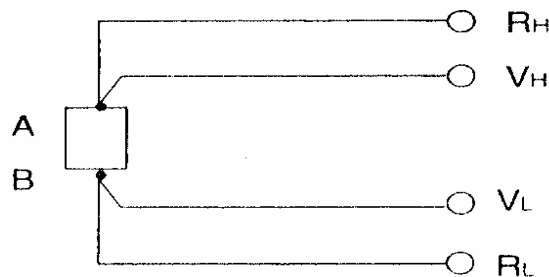

图 4
4.2.3.1 测试夹子的用法如图 4， V_H 是电压高端， V_L 是电压低端， R_H 是电流高端， R_L 是电流低端（在有些仪器中，用 I_H 来表示 R_H 和用 I_L 来表示 R_L ）。
按图 4 接好后，然后接通仪器的电源，待面板上读数稳定后，数值就是 A、B 间的被测电阻。